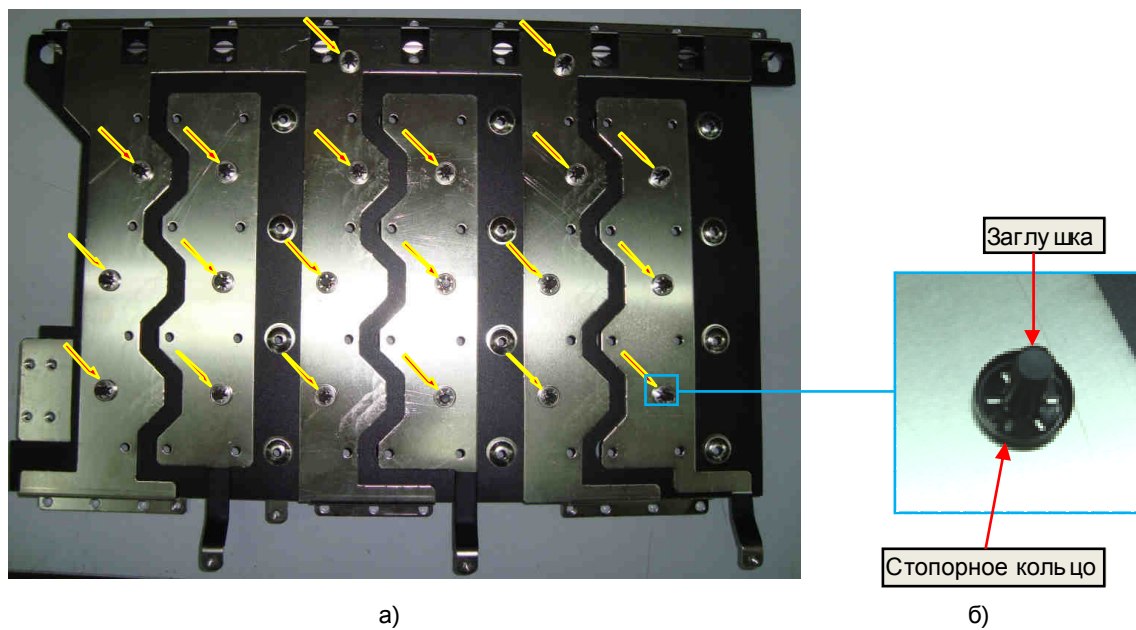

Рис. 6.26.
6.12.4. Разобрать шинную сборку, демонтировав 20 креплений шинной сборки (рис. 6.26а), отжав на каждом креплении фиксаторы стопорного кольца и сняв стопорное кольцо с заглушки (рис. 6.26б). Отделить изолирующие прокладки от шин и положить шины и прокладки в тару.